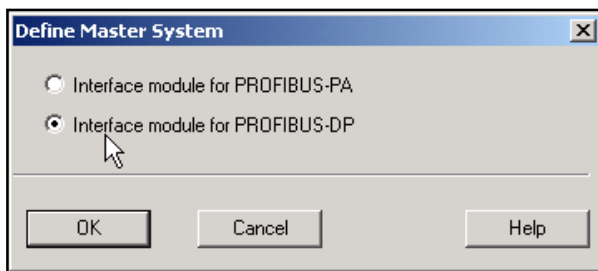

图2-10 选择Y-Link的类型
- (1) 点击 DP 总线“master: DP master system(1)”，在硬件目录的 DP/PA Link 下选择 IM157，并双击添加一个站。
- (2) 设定 Y-Link 的站地址
- (3) 选择将 Y-Link 设置为一个 DP/DP 耦合器或 DP/PA 耦合器如图 2-10 所示：